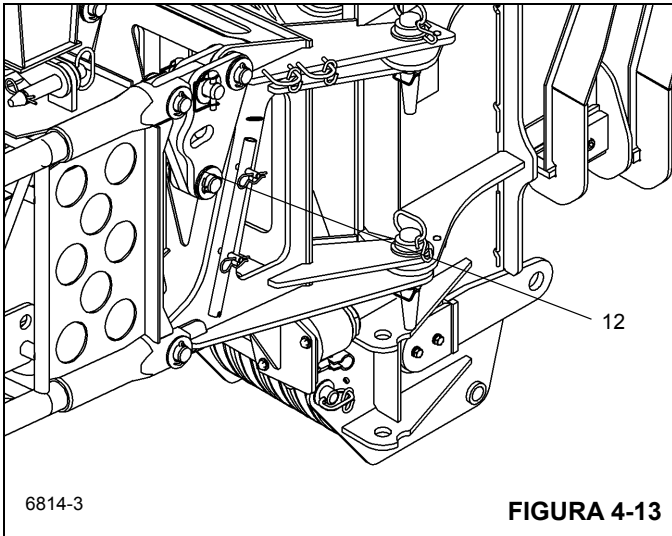

FIGURA 4-13
- Quite el pasador de bloqueo, dos arandelas y el pasador de descentramiento (12) (Figura 4-13).
- Instale el pasador de descentramiento, dos arandelas y el pasador de bloqueo (12) (Figura 4-13).